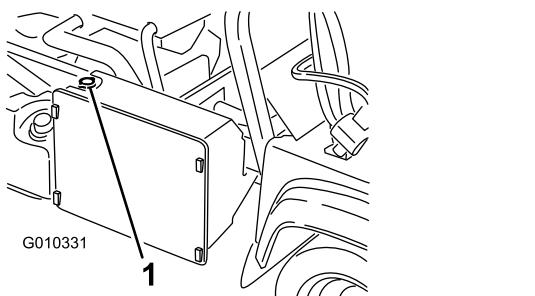

Figure 52
- Enlevez le bouchon du vase d'expansion (Figure 52).
- Retirez le bouchon de radiateur (Figure 52).
- Faites l'appoint du radiateur et remettez le bouchon en place (Figure 52).